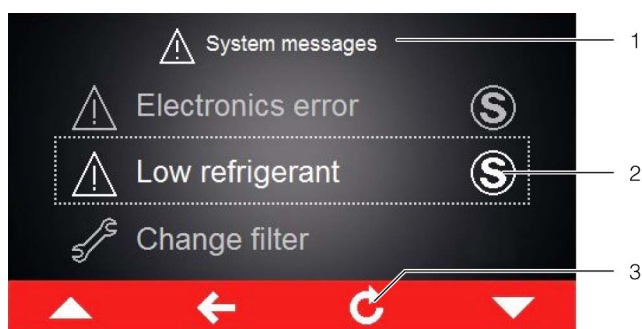

Fig. 18: Tela com mensagens do sistema
Se for emitida uma mensagem de problema que não puder ser solucionado pelo próprio operador e que não desaparece automaticamente, o símbolo «serviço» aparecerá após a mensagem e na barra de operação perto do símbolo de mensagens do sistema (fig. 18, item 2).